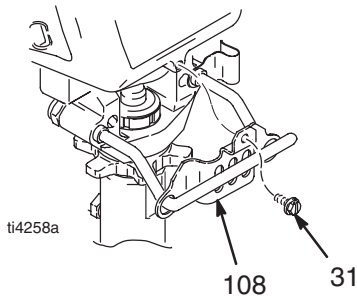

Fig. 8
1. Skyll pumpen (13).
3. Fig. 8. Fjern skruen (31) og skyv pumpestangens beskyttelse (108) forover.
7. Fig. 8. Monter beskyttelsen (108) på pumpestangen med skruen (31).